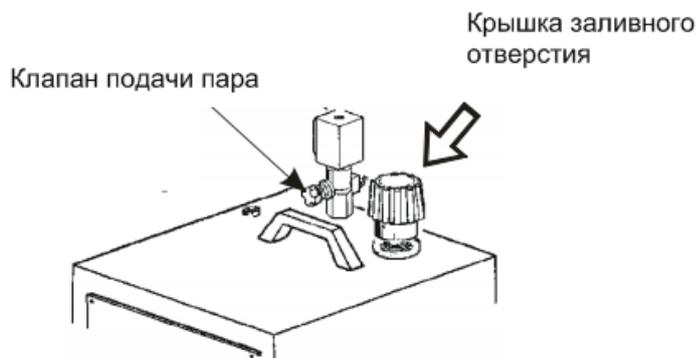

рис. 3
4. Дождитесь, пока не погаснет лампочка на бойлере. Возьмите утюг и нажмите на клавишу подачи пара 3-4 раза, пока не начнется подача пара. Вы можете отрегулировать подачу пара с помощью регулировочного клапана (рис. 3).
Если вы используете гладильную доску без вакуума отсоса, то можете столкнуться с тем, что на изделии будут появляться капли воды, что бы избежать этого, нужно выставить регулятор подачи пара на минимум (рис. 3).